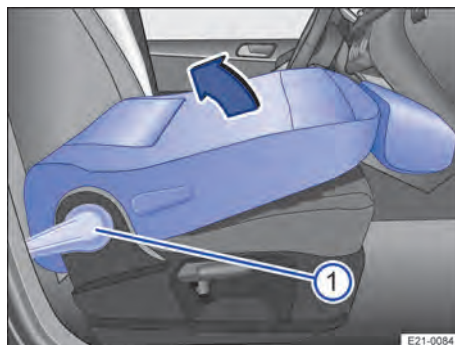

Fig. 67 Siège du passager avant : basculement du dossier vers l'arrière
2. Pour relever le dossier de siège du passager avant, appuyez sur le levier → fig. 67 ① vers le bas afin de le déverrouiller.
3. Basculez vers l'arrière le dossier de siège du passager avant dans le sens de la flèche → fig. 67 et rabattez-le en position verticale.